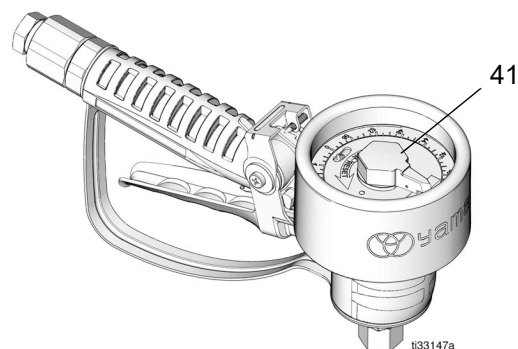

図 4
修理を必要とする破損を防ぐために、メカニカルバッチメーターの指針 (41) (図 4) を絶対に反対(時計回り)に回さないでください。